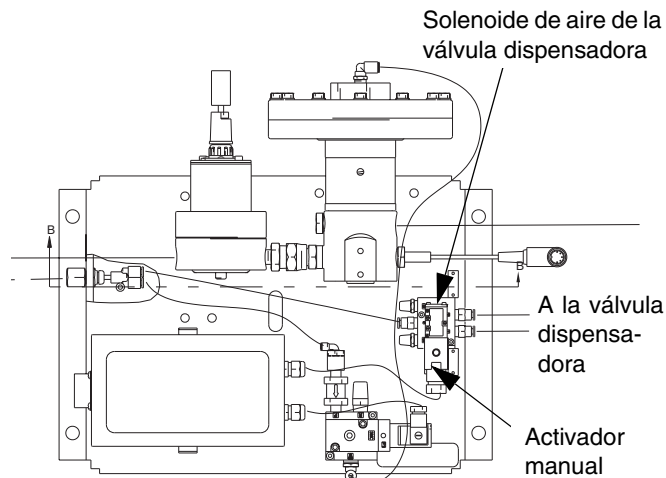

FIG. 13
5. Si el dispositivo dispensador no puede activarse desde la unidad de control, consulte la FIG. 13 y lleve a cabo las siguientes operaciones para abrirlo y liberar la presión del fluido:
- a. Accione manualmente el émbolo del solenoide, el cual abre el dispositivo dispensador, para liberar la presión del fluido. Consulte la FIG. 13.